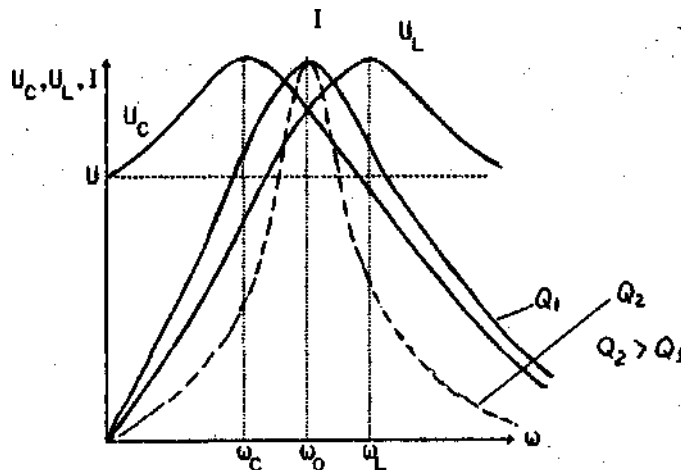

Рис. 3
Из формулы (6) ясно, что своего максимального значения I_0 ток достигнет при частоте равной резонансной. При этом $I_0 = UR$. Чем меньше R (при неизменных L и C), т. е. чем больше добротность контура Q , тем более острой становится форма кривой $I = I(\omega)$ на рис. 3. На рис.3 построены амплитудно-частотные характеристики последовательного контура.